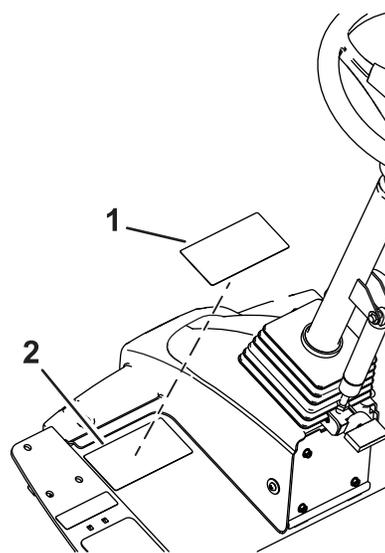

Figura 37
1. Utilizzate alcol etilico e un panno pulito per ripulire la superficie dell'adesivo di avvertenza e lasciate asciugare l'adesivo (Figura 37).